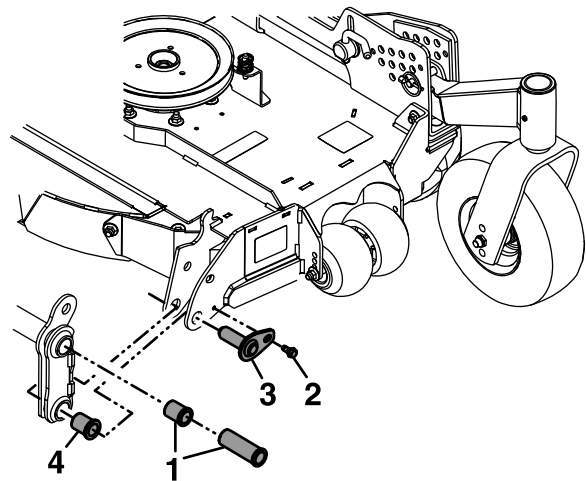

Figura 5
9. Retire y guarde los pernos de los puntos de pivote inferiores, luego retire los pasadores de pivote (Figura 5).
Observe la longitud de los bujes retirados y elija los bujes de la misma longitud (largos o cortos) de este kit (Figura 5, 1).